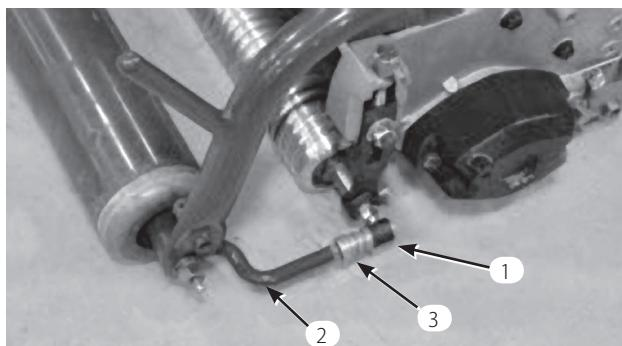

図 11
6. ソケットの開口部とボールスタッドの中心を合わせ、ジャムナットを締めてソケットを固定する(図11)。